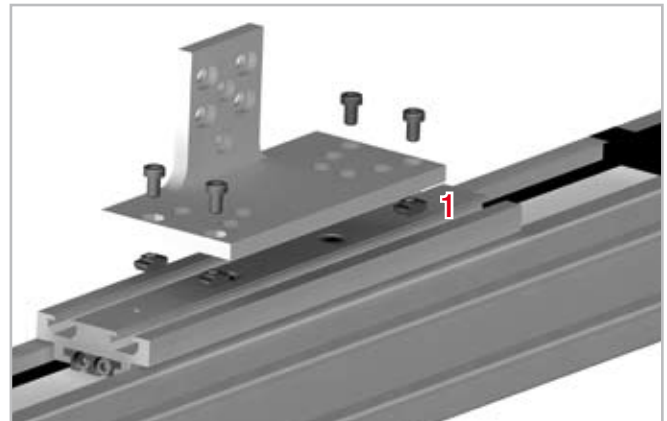

Abb. 72
1. Führen Sie die zu verwendenden Schrauben für die Verbindung mit Einheit 1 in die vorbereiteten Bohrungen ein (s. Abb. 72).